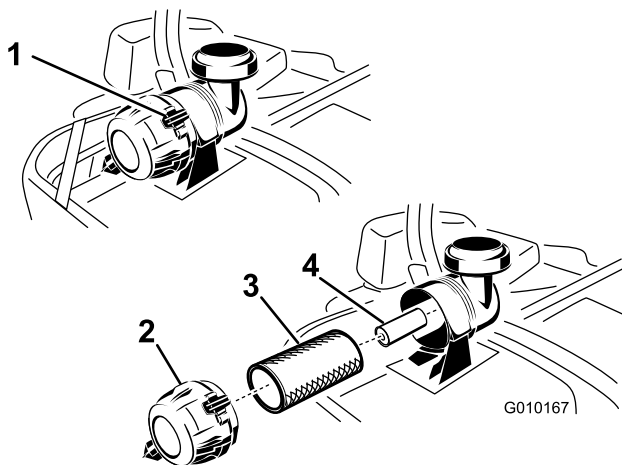

Figura 42
3. Premete verso il basso per rilasciare i dispositivi di fermo sul filtro dell'aria e togliete il coperchio dal corpo del filtro (Figura 42).
5. Estraete con cautela il filtro primario dal corpo del filtro dell'aria (Figura 42). Non urtate il filtro contro il corpo.
1. Non pulite il filtro primario di carta, sostituitelo (Figura 42).
2. Se sostituite il filtro secondario, inseritelo con cautela nel corpo del filtro (Figura 42).
3. Montate con cautela il filtro primario sul filtro secondario (Figura 42). Premete sul bordo esterno del filtro mentre lo inserite, per accertarvi che venga inserito a fondo.
di fermo bloccino il coperchio nella corretta posizione (Figura 42).